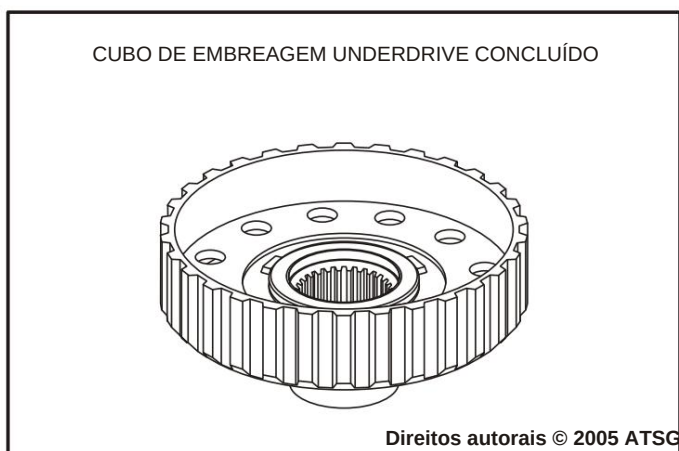

Figura 122
3. Deixe o cubo da embreagem underdrive completo de lado para o processo de montagem final, conforme mostrado na Figura 122.